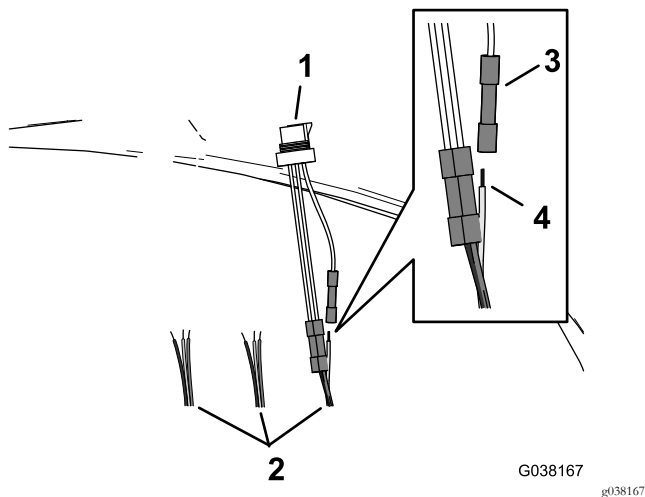

Figura 34
2. Inserite il filo del cablaggio preassemblato DIN nel connettore del giunto a contatto dell'adattatore a 3 pin (Figura 34).